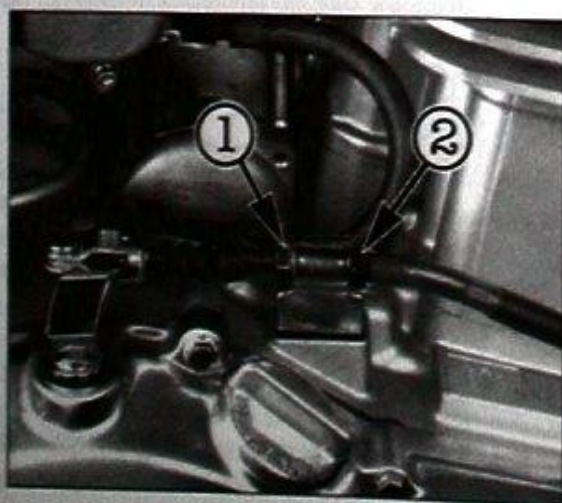

Bild 65
- Grössere Einstellungen am unteren Ende des Zugs (Bild 65) nach Lockern der Gegenmutter vornehmen. Dabei beachten, dass im gezogenen Zustand Winkel zwischen Hebel und Seilzug höchstens 90° (80° – 90°) beträgt.